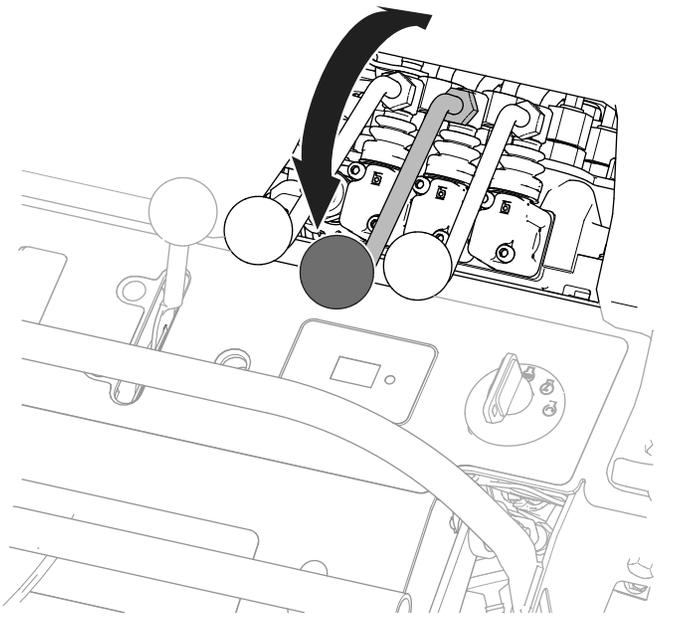

図 3
6. ミッドマウントアタッチメント制御装置を前後に動かして内部の油圧を解放する **図 3**。